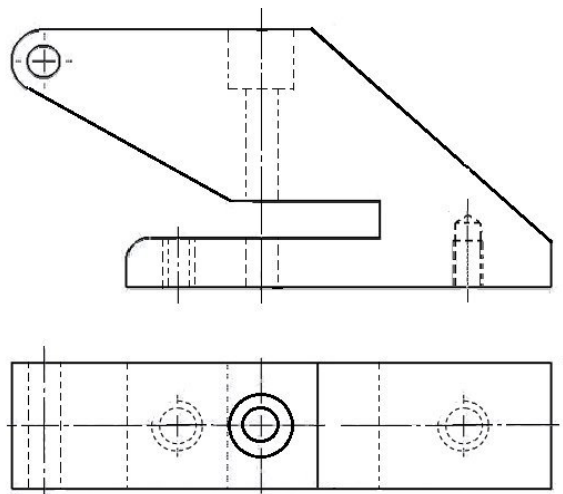

Fig.1 : Dessin de définition 'Corps'
- de définir de façon complète une pièce en vue de sa fabrication: formes, dimensions, matériau. C' est le dessin de définition (voir fig 1).